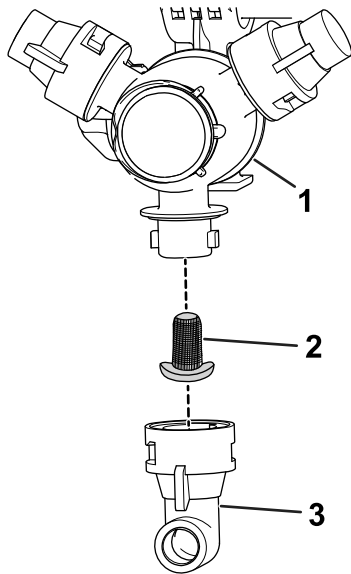

Figure 62
2. Déposez la buse de la tourelle de pulvérisation (Figure 62).
3. Retirez le filtre de buse usagé (Figure 62).
4. Installez le nouveau filtre de buse (Figure 62).
5. Placez la buse sur la tourelle de pulvérisation (Figure 62).